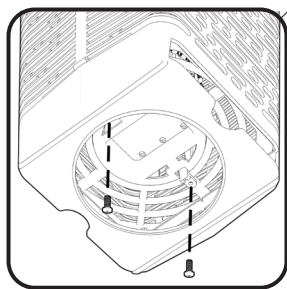

Fig. 1
3. Enlevez les deux vis fixant le panneau du grillage. (Fig. 1)